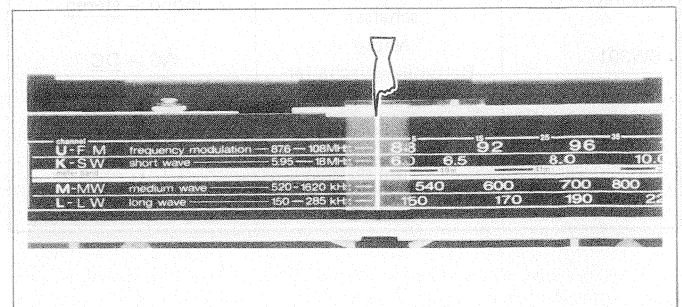

Figure 15-2 Abbildung 15-2
2. Turn the tuning control knob driving shaft fully counterclockwise, and adjust the dial pointer to come into "0" position of the dial scale plate. (Figure 15-2.)
2. Die Abstimmreglerknopf-Antriebsachse bis zum Anschlag entgegen dem Uhrzeigersinn drehen, dann den Skalenzeiger auf die Stellung "0" der Skalenplatte einstellen. (Abb. 15-2.)
2. Tourner entièrement à gauche l'arbre d'entraînement du bouton de commande de tonalité et régler l'index du cadran de telle sorte qu'il soit sur la position "0" de la plaque de l'échelle du cadran. (Figure 15-2.)